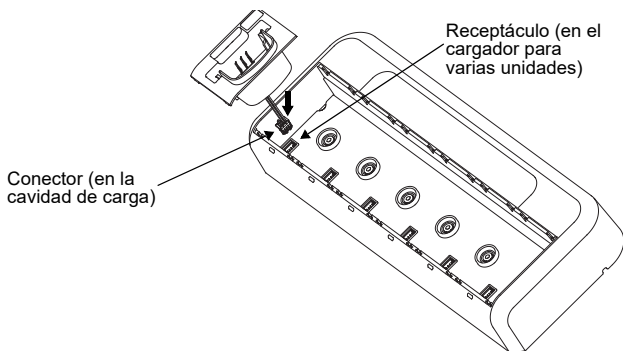

Figura 3
3. Saque el cableado de la cavidad, tirando hacia arriba en el conector (consulte la figura 3).
1. Conecte el cableado de la cavidad, enchufando el conector al receptáculo en el cargador para varias unidades (consulte la figura 3).